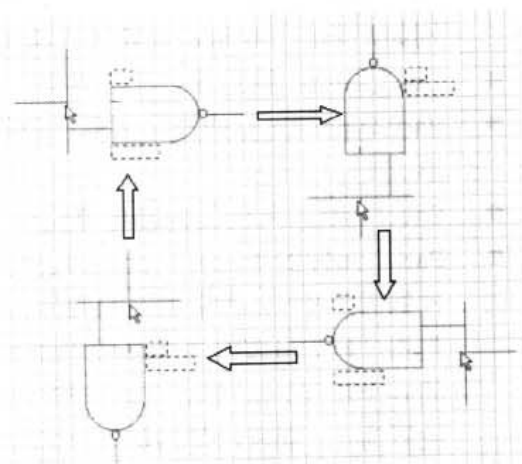

图 4-21 元件的旋转过程图
- (5) 设置好元件属性后, 此时的光标也从箭头变成了十字光标, 并附带有浮动元件, 按下空格键使浮动元件以光标为中心进行 90° 旋转。每次按空格键旋转的过程, 即如图 4-21 所示。